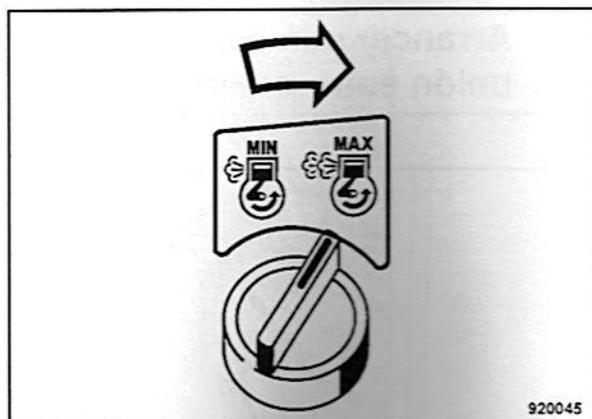

Fig. 66
- Colocar el botón giratorio para el r.p.m. del motor hacia la derecha a "MAX" (Fig. 66).